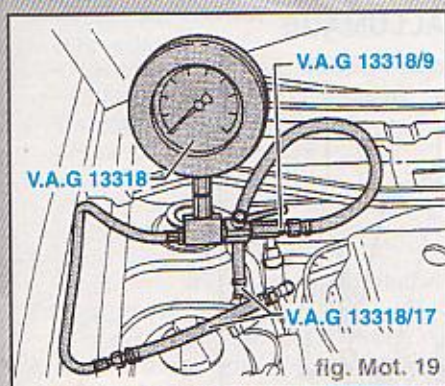

fig. Mot. 19
- Raccorder le dispositif manométrique VAG 1318 à la conduite d'alimentation et au flexible allant au répartiteur de carburant à l'aide des adaptateurs 1318/9 et 1318/17 (fig Mot. 19).